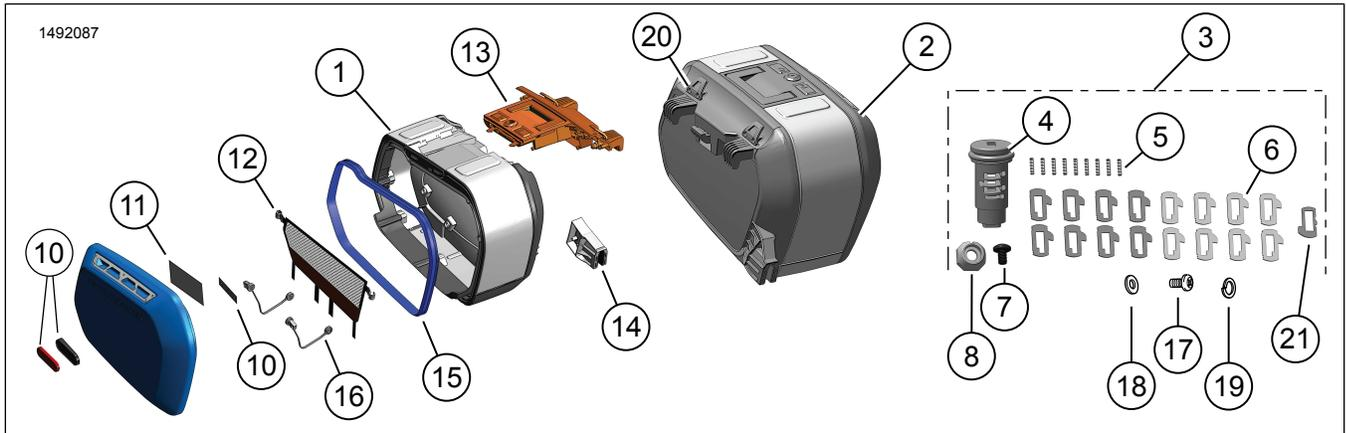
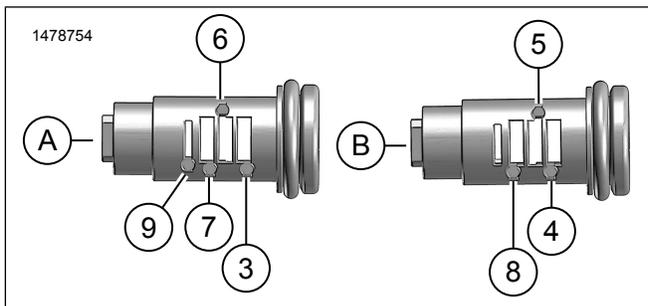

Figure 1. Contenu du kit : Sacoques amovibles
Figure 4. Emplacements d'installation des ressorts et culbuteurs (Typique)
- Figure 4 Installer les ressorts de culbuteur (5), voir Figure 1, dans les trous des postes 3, 6 et 7 sur le côté (A) du sous-ensemble cylindre.
- Figure 4 Installer les culbuteurs (6), voir Figure 1, n° 11-14 dans les postes 3, 6 et 7 selon les numéros de culbuteurs déterminés dans Tableau 3 .
- Figure 4 Installer les ressorts de culbuteur (5), voir Figure 1, dans les trous des postes 4, 5 et 8 sur le côté (B) du sous-ensemble cylindre.
- Figure 4 Installer les culbuteurs (6), voir Figure 1, n° 21-24 dans les postes 4, 5 et 8 selon les numéros de culbuteurs déterminés dans Tableau 3 .